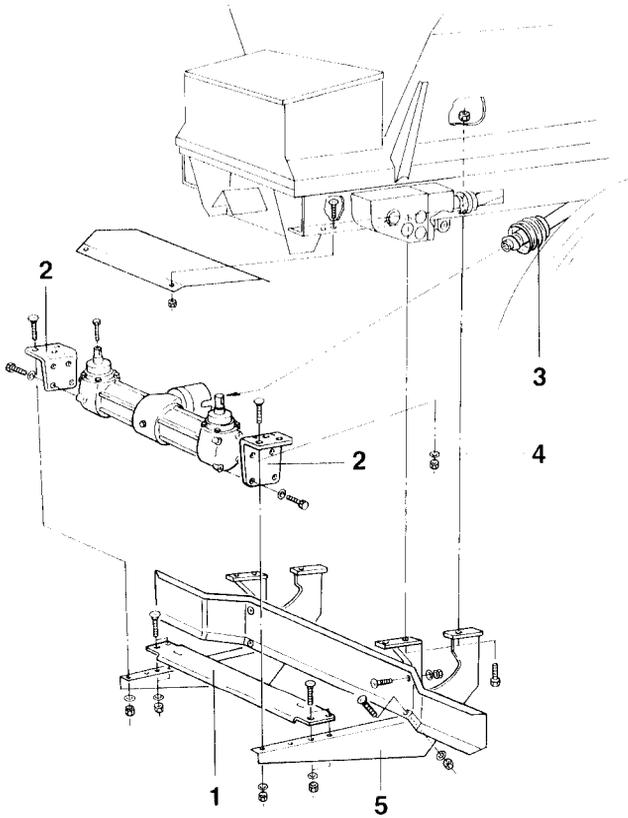

Fig. 6.3
Anschlag (Fig. 6.3/1) gegen die Trägerwinkel (Fig. 6.3/2) des Universalstreuwerkes drücken und ebenfalls festschrauben.
Anschlag-Scheibe (Fig. 6.3/4) seitlich gegen den Streuwerksträger (Fig. 6.3/5) drücken und ebenfalls festschrauben.
- Gelenkwelle mit Freilaufkupplung (Fig. 6.3/3) auf den Zapfwellenstummel des Streuwerkes aufstecken und auf richtige Arretierung achten.
- Anschlag (Fig. 6.3/1) nicht lösen. Das Universalgetriebe kann bei der späteren Montage einfach gegen den Anschlag geschoben und befestigt werden.
- Die unter dem Großflächenstreuver verlaufende, freihängende Gelenkwellenhälfte (Fig. 6.3/3) ist vor der Demontage des Universalgetriebes komplett abzunehmen.